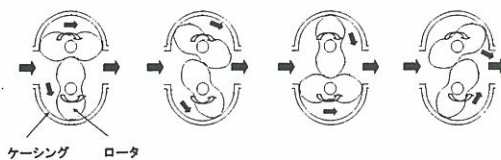

図2 ロータリブロウの作動原理（二葉式）
- ① まゆ形のロータを2軸平行に組み合せ、互いにギアを介して反対方向に回転させます。
- ② この時、ロータ相互間及びロータとケーシングの間にわずかなすきまを確保しています。
- ③ ロータとケーシングの間に閉じこめられた気体が、図2のように流れ、吸込口から吐出口へ送られる機構です。